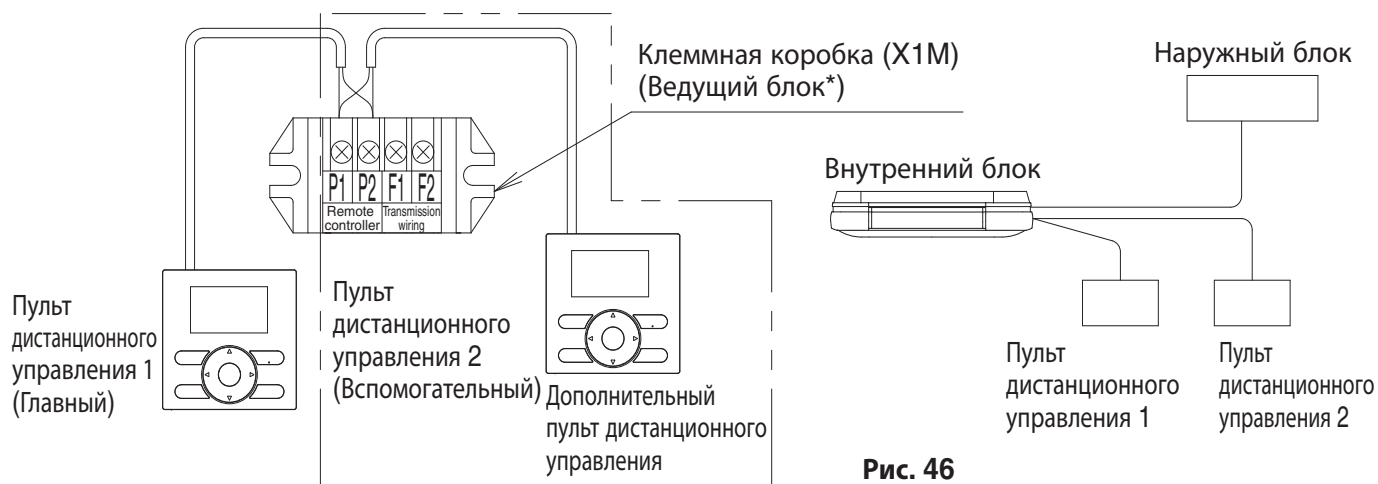

Рис. 46
(1) Снимите крышку блока управления в соответствии с **“8-3 МЕТОД СОЕДИНЕНИЯ ПРОВОДКИ”**
(2) Выполните дополнительную проводку от пульта дистанционного управления 2 (вспомогательного) к контактам (P1·P2) к проводке пульта дистанционного управления на клеммной колодке (X1M) в блоке управления. (Полярность отсутствует). (См. рис. 46)